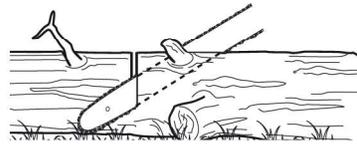

Fig. 40
- > Siga las instrucciones sencillas para un corte fácil. Cuando el tronco se sostiene a lo largo de toda su longitud (Fig. 40), se corta desde la parte superior (corte vertical para hacer leños).